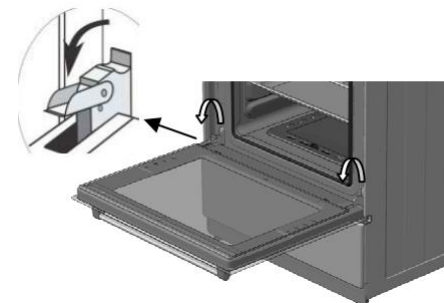

Рисунок 15 – Схема демонтажа дверцы духовки
- поднимите и поверните до упора рычаги, расположенные на двух шарнирах (см. рисунок 15);